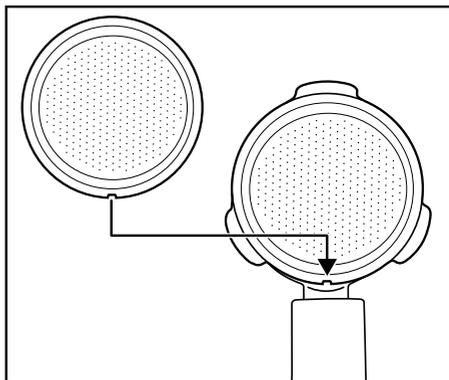

Figure 2
- Veillez à ce que la petite encoche sur le grand filtre à espresso **19** ou sur le petit filtre à espresso **20** soit placée lors du positionnement au-dessus de l'encoche sur le porte-filtre **18** (Figure 2).